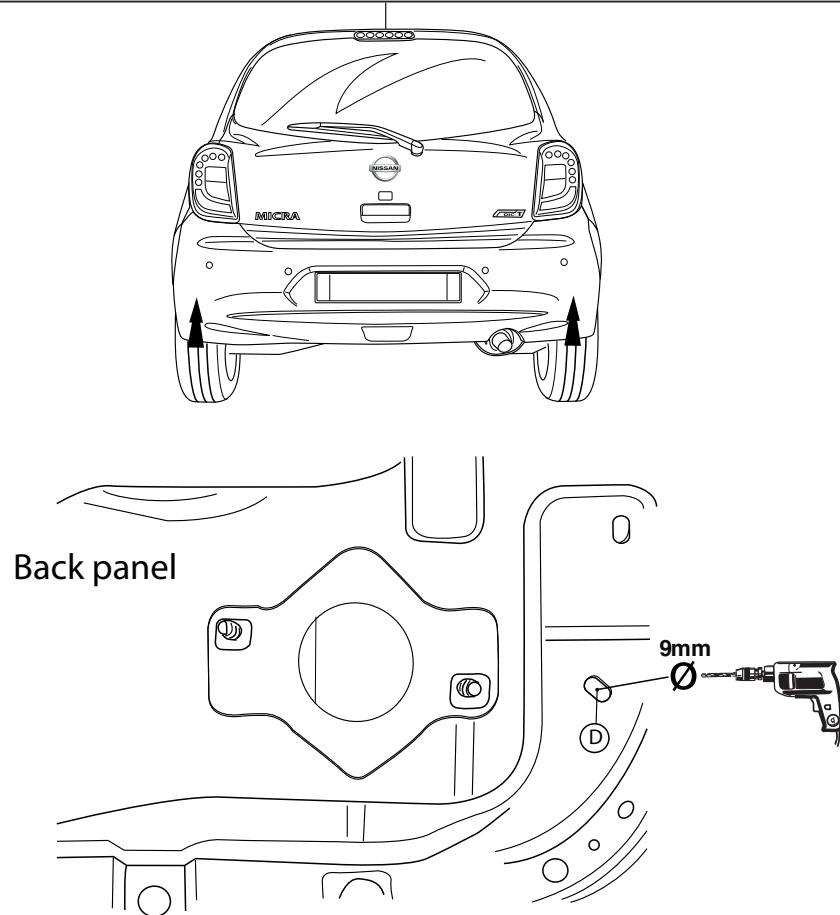

Fig.4
- Просверлить отверстия D сквозь заднюю стенку диаметром 9 мм. См. рисунок 4.